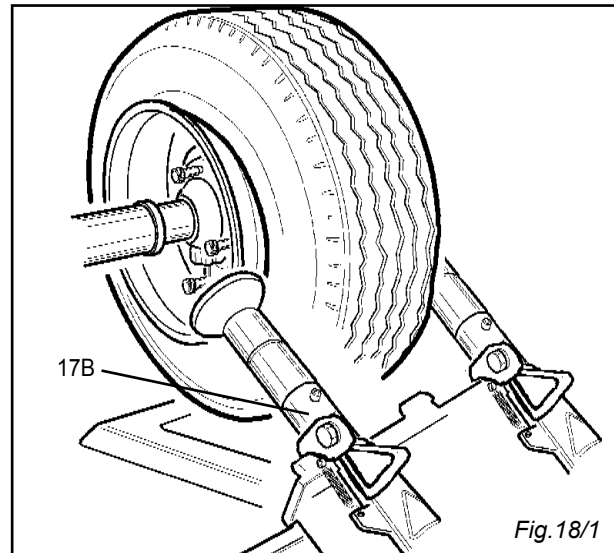

Fig. 18/1
7) Agendo sulle leve (3) (4) fare in modo che il rullo di smontaggio del braccio dalla parte interna (17B) si posizioni in prossimità del bordo del cerchione.(Fig. 18/1)
8) Far ruotare la ruota e contemporaneamente fare avanzare il rullo del braccio porta-utensili (17B) a brevi scatti. (Fig. 18/1)
- 7) By means of levers (3) and (4) let the inside roller tool (17B) position itself close to the rim edge (fig.18/1)
- 8) Let the wheel turn and, at the same time, let the roller move forwards at brief steps. (fig. 18/1)
- 7) Посредством переключателей (3) и (4) установите внутреннюю консоль (17B) с монтажным роликом рядом с краем обода. (Рис. 18/1).
- 8) Вращайте колесо и одновременно короткими движениями продвигайте вперед монтажный ролик (17B). (Рис. 18/1)
- 7) Hebel (3) (4) betätigen, um inneren Rollenwerkzeug (17B) an den Felgenrand zu rücken (Abb.18/1)
- 8) Das Rad in Drehung versetzen und gleichzeitig das Rollenwerkzeug (17B) leicht stoßweise vorrücken lassen (Abb.18/1)